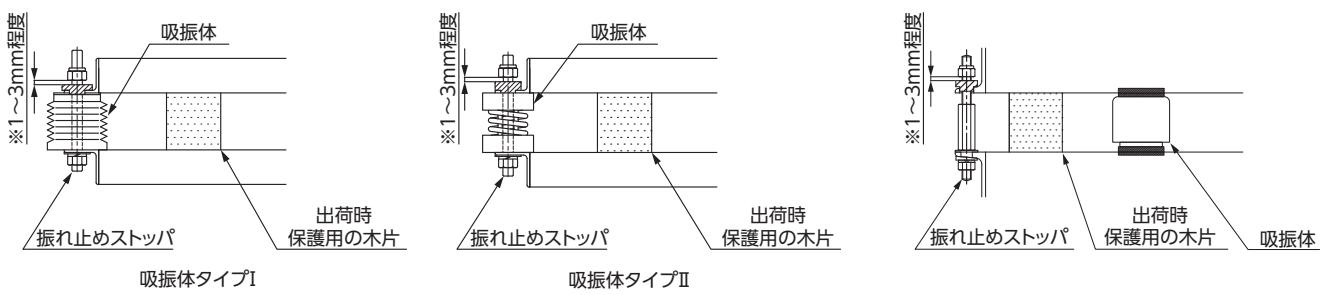

図3-11 吸振体と振れ止めストッパ一体タイプ
- 振れ止めストッパボルトの図中※印隙間を確認し、必要に応じて調整してください。(図3-11～3-13参照)